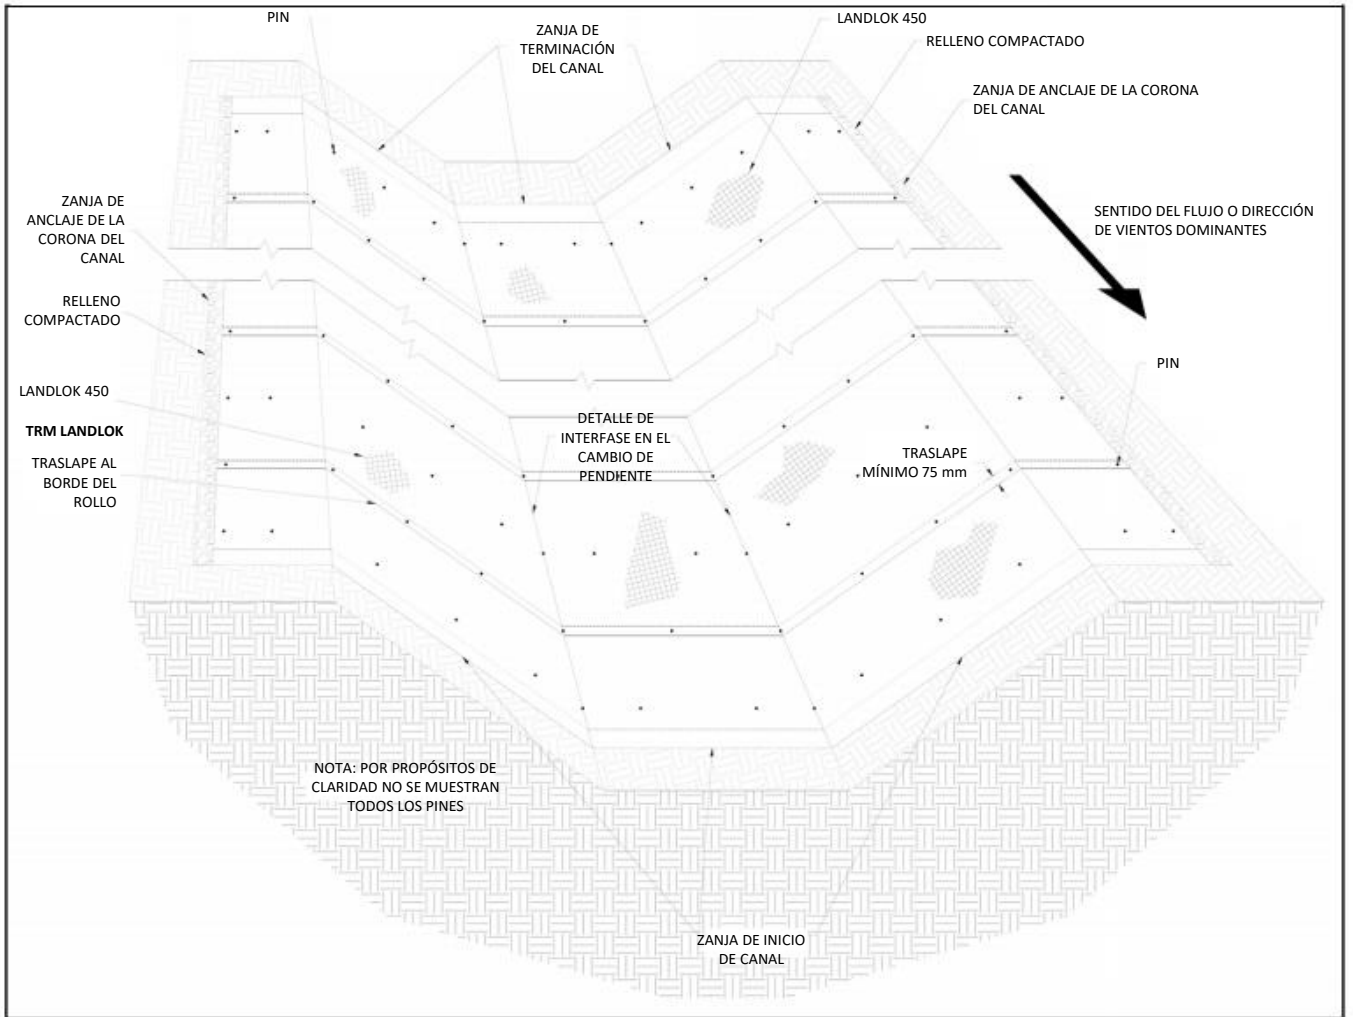

Figura 21: Vista isométrica del canal terminado
15. Como mínimo, los paneles de LANDLOK deberán fijarse totalmente con pines a lo largo de la superficie del canal, los pines deberán instalarse en zanjas, y las zanjas deberán rellenarse y compactarse al final de cada día para minimizar los retrabajos en caso de un evento de lluvia mayor. Las condiciones específicas del proyecto pueden justificar una evaluación adicional del orden de instalación para mayor facilidad. Para una mejor referencia, vea el ejemplo de vista isométrica (Figura 21) de un canal revestido con LANDLOK. Para cualquier pregunta, puede consultar a Propex Engineering Services al 800.621.1273.